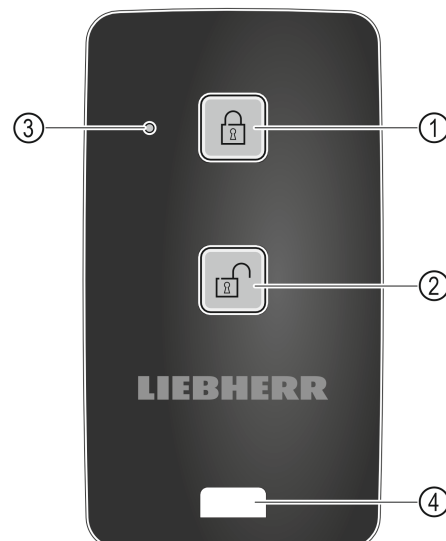

Fig. 165
(1) Bloccare la serratura (3) LED di stato
(2) Sbloccare la serratura (4) Occhiello di fissaggio
- ▶ Premere il tasto Fig. 165 (1) sul telecomando.
- ▶ Premere il tasto Fig. 165 (2) sul telecomando.
- ▶ Il LED di stato Fig. 165 (3) fornisce un feedback visivo quando viene premuto un pulsante.
- ▶ Occhiello Fig. 165 (4) per agganciare il telecomando, ad esempio a un portachiavi.